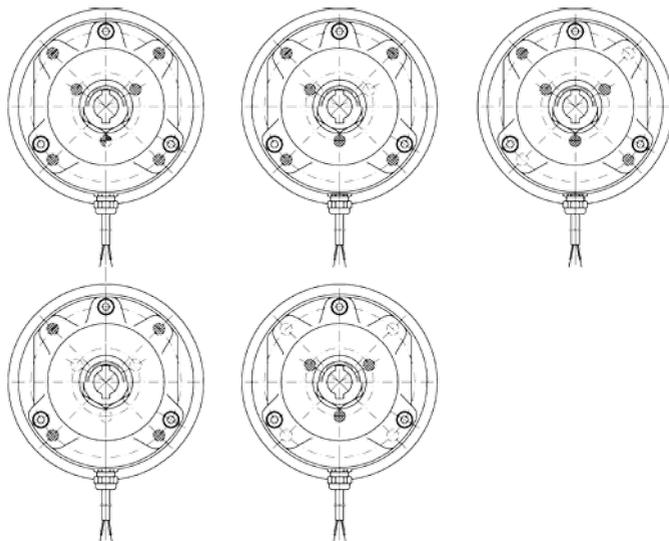

Figura 7.1: disposición de los resortes, frenos de resorte ES(X)010A...ES(X)200A
Debido a los diferentes elementos de resortes (véase la figura 7.1) en el cuerpo magnético (pos. 1), pueden alcanzarse diferentes momentos de frenado (véase Especificaciones técnicas de los frenos).